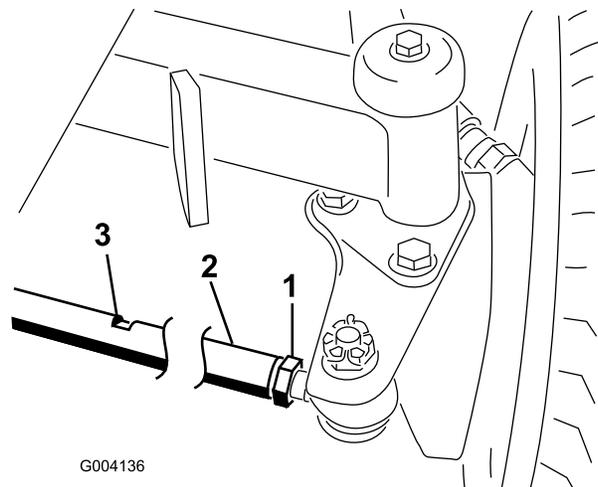

図 83
2. 各タイロッド 図 83の端についているジャムナットをゆるめる。